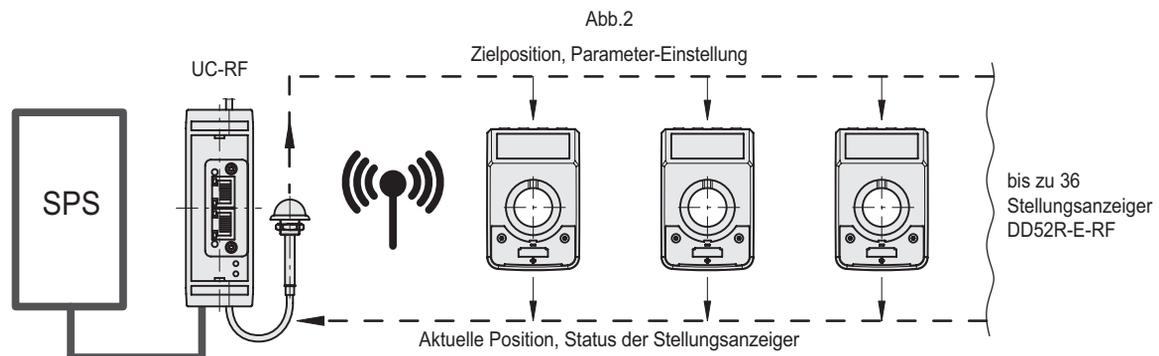

Abb.2
DD52R-E-RF Stellungsanzeiger (Elesa Patent) werden mittels Funkfrequenz (RF) mit der Kontrolleinheit UC-RF verbunden, und bilden so ein kabelloses System zur schnellen Positionierung der Maschinenteile (Abb. 2).